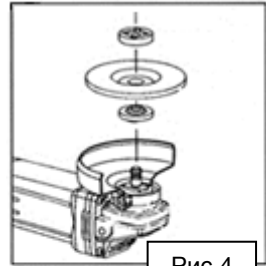

Рис.4
3. Теперь накрутите на шпindel наружный фланец с внутренней резьбой, при этом обратите внимание на то, какой стороной его надевать, это зависит от типа применяемого диска. Шлифовальный диск необходимо зажимать той стороной наружного фланца, в которой имеется кольцевой выступ, входящий в внутреннее отверстие диска. Отрезной диск необходимо зажимать плоской стороной наружного фланца (Рис.4).